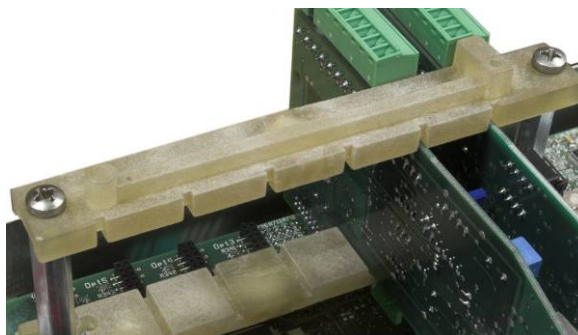

Figura 3-51: Guia de Placa Superior
9. Remova os dois parafusos fixando a guia de placa superior Figura 3-51, e erguendo a guia dos seus suportes.
1. Solte e remova os parafusos que fixam a guia da placa superior (Figura 3-51) em seus suportes.
5. Substitua a guia da placa superior, com cuidado para posicionar a extremidade superior das placas opcionais nos slots da guia superior (veja Figura 3-51).